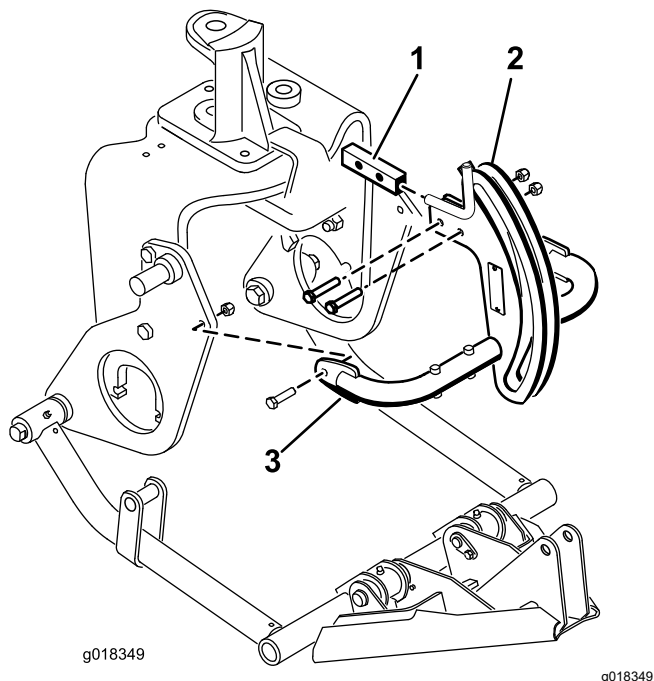

図 14
6. ボルト (3/8 x 2") 2本とナットを使って、ヒッチフレームの上部をヒッチフレームブラケットに取り付ける (図 14)。
7. ボルト (3/8 x 1-1/2") とナットを使って、ヒッチフレームチューブをプラウプレートに取り付け、留め具を締める (図 14)。